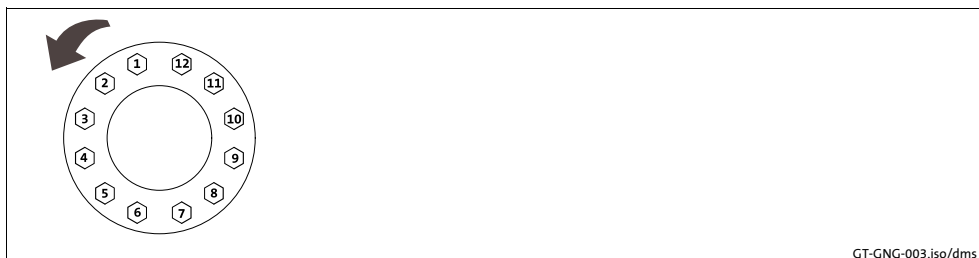

Abb. 8 Erklärung: "der Reihe nach"
4. Spannschrauben (2) der Reihe nach leicht lösen, **nicht** herausdrehen!
7. Spannschrauben (2) der Reihe nach (siehe Abb. 8) in mehreren Umläufen, mit steigendem Drehmoment, gleichmäßig solange anziehen, bis alle Schrauben das angegebene Schraubenanzugsmoment (siehe Tab. 7) erreicht haben.